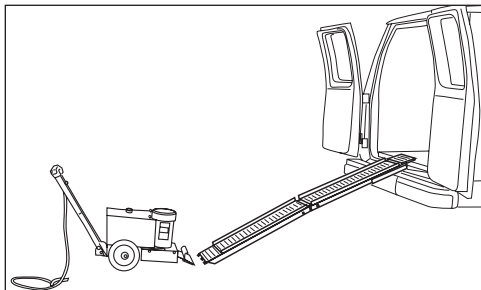

FIG. 3
4. Faire reculer lentement la machine sur la rampe en descendant (Figure 3).